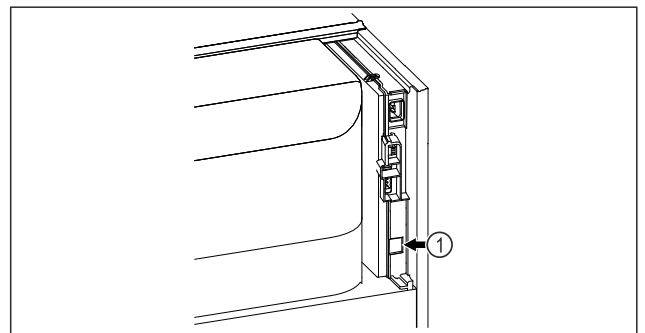

Fig. 92
- Je používán SmartModule Fig. 92 (1).